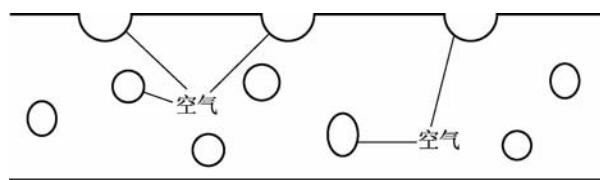

图 8-54 气孔及其引起的问题
(3)要求腻子耐热性好。要求腻子在 120 ℃条件下,保持 30 min 以上而不会产生起层、开裂、气泡等现象。易产生气孔的腻子会导致作业效率下降,如图 8-54 所示,如果出现了气孔,不仅需要重新填补腻子,还会导致起泡和起层等质量事故。